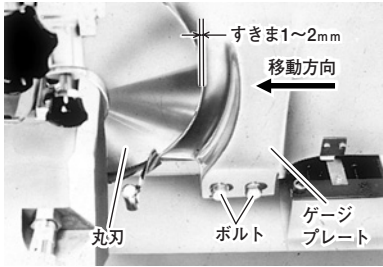

図 15
- 丸刃の研磨で外径が小さくなり、丸刃の刃先とゲージプレートのすきま（図15参照）が4mm程度になったときや、丸刃を新品に交換したときは、必ず下記の1～4項の調整をしてください。すきまが大きいと指などが入りけがの原因になります。